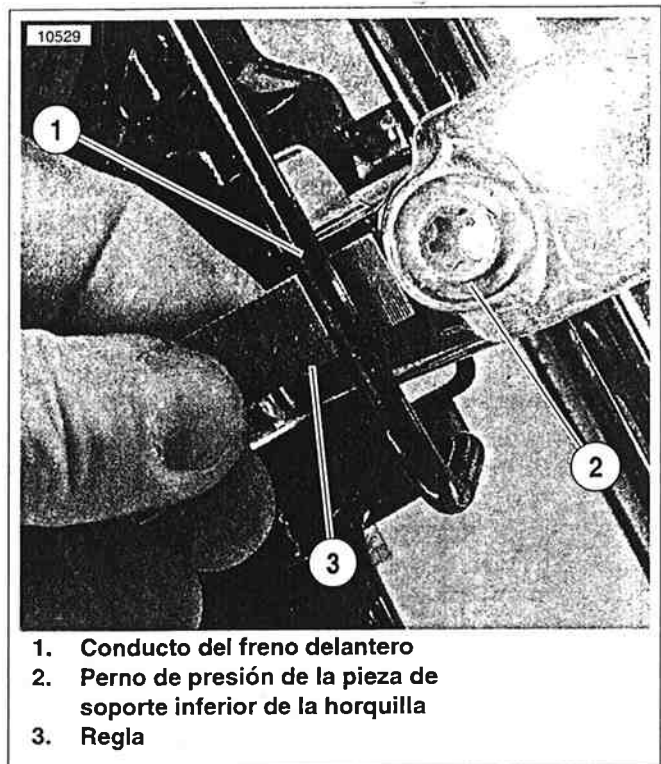

Figura 2-127. Medición de la holgura de la línea del freno delantero
2. Desde la bomba de frenos, la línea del freno corre hacia abajo, frente al manillar derecho donde gira al interior en la pieza de soporte superior de la horquilla delantera. Instale la grapa (4) alrededor del dispositivo de conexión inferior de la sección corta de manguera flexible. Sujete la grapa sin apretarla al lado derecho de la pieza de soporte superior de la horquilla delantera con un tornillo (5).
- a. Modelo XL 1200R: instale el tornillo con la arandela prisionera (8) a través del múltiple de la línea del freno (11) y la grapa (9). Enrosque sin apretar el tornillo dentro del vástago de la pieza de soporte inferior de la horquilla delantera.
- b. Todos los demás modelos: instale la grapa (7) alrededor del dispositivo de conexión superior de la sección larga de manguera flexible. Instale la grapa sin apretarla al vástago de la pieza de soporte inferior de la horquilla delantera con un tornillo con arandela prisionera (8).
5. Vea la Figura 2-127. Mida la distancia entre la tubería de metal de la línea del freno delantero y la pieza de soporte inferior de la horquilla adyacente al perno de presión. Mueva el montaje de la línea del freno hacia delante o atrás hasta que haya un espacio libre de 6,35 mm (0,25 pulg.) entre la línea del freno y la pieza de soporte inferior de la horquilla